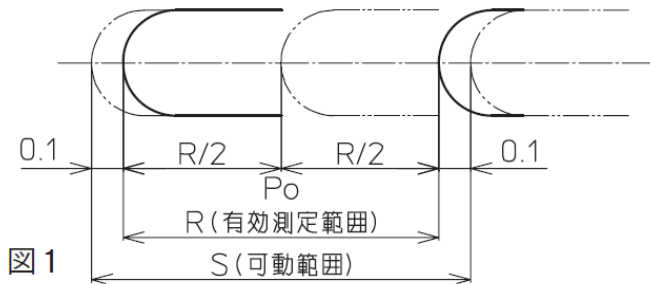

図1
- ・ 測定子の可動範囲(S)と有効測定範囲(R)はそれぞれ下記(図1)のようになります。